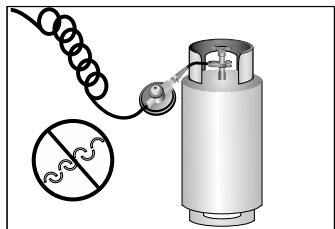

Figura 3.
■ Las conexiones flexibles deben instalarse de tal manera que no se presente estrangulamiento que obstruya el flujo normal de gas, no deben estar sometidas a esfuerzos de tracción y deben posicionarse de tal manera que no sufran daños mecánicos con elementos circundantes del producto tales como cajones o puertas o por quedar aprisionados. Además, se debe verificar que la manguera flexible (Rotulado) cumpla con los requisitos de calidad adecuados para este uso **(Ver figura 3)**.